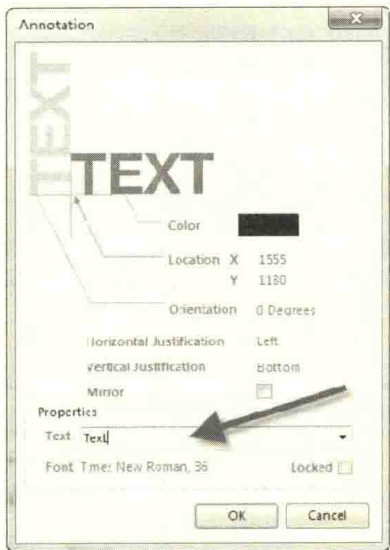

图 4-63 字符标注属性设置
(1) 执行菜单命令“Place-Text String”，可以放置字符标注。
(2) 在放置状态下按“Tab”键，可以对字符标注属性进行设置，如图 4-63 所示，默认的文本属性为“Text”，可以根据实际需要改成自己需要输入的标注内容。